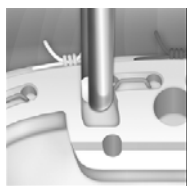

図 8
- ・ ホルダの取り出しを容易にするため、ピンセット等で掴んでホルダを取り除いてもよい(図 8)。